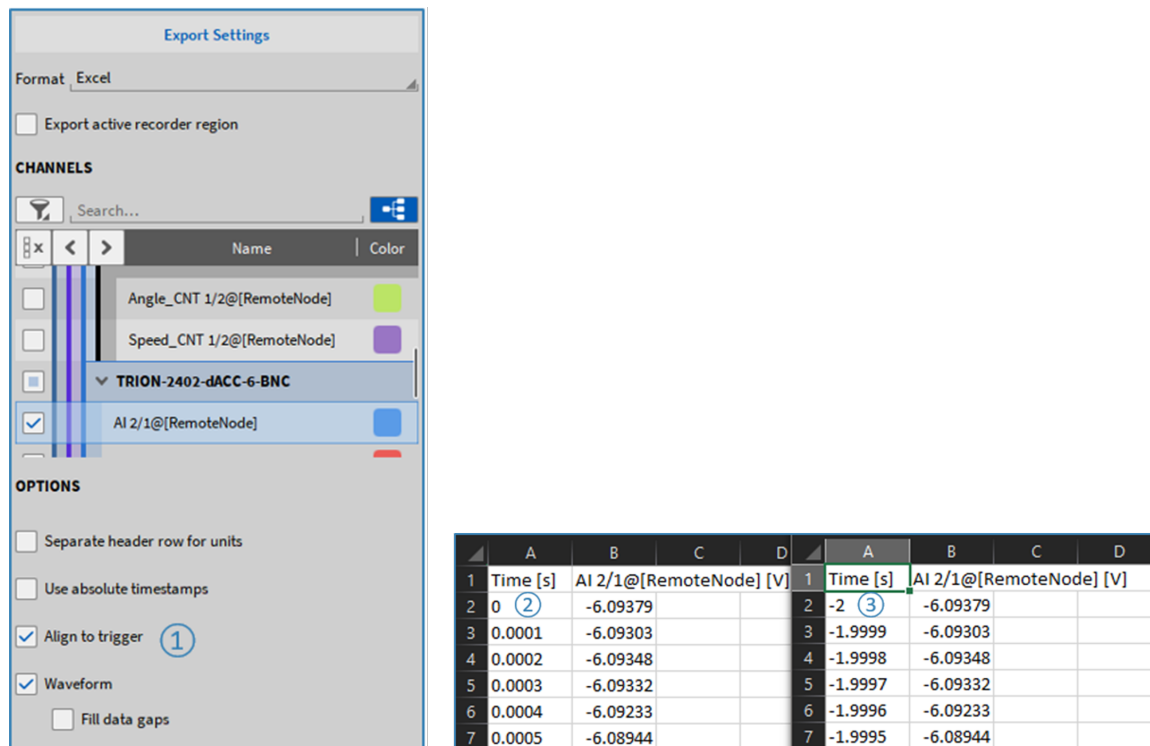

Abb. 11.4: Zeitstempel in exportierter Datei auf Null ausrichten
Zeitstempel in einer exportierten Datendatei mit einem Triggerevent können am Trigger ausgerichtet werden (siehe ① in Abb. 11.4). Wenn *An Trigger ausrichten* nicht ausgewählt ist, wird der 0s-Zeitstempel beim Start der Aufzeichnung und nicht beim Trigger gesetzt (siehe ② in Abb. 11.4). Wenn *An Trigger ausrichten* ausgewählt ist, wird der Zeitstempel beim Trigger auf Null gesetzt. Die Zeit vor dem Triggerereignis (z.B. die Pre-Time) ist dann negativ (siehe ③ in Abb. 11.4). Wenn mehr als ein Triggerevent in einer Aufzeichnung enthalten ist, wird das erste Triggerevent auf null gesetzt, sofern die Option *An Trigger ausrichten* ausgewählt ist. Diese Option ist für *.txt, *.csv und *.xlsx-Export möglich.